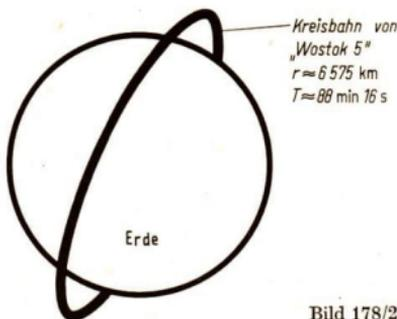

Bild 178/2
- Am 14. 6. 1963 wurde das Raumschiff „Wostok 5“ gestartet. An Bord befand sich der sowjetische Oberleutnant Bykowski, der nach 81 Erdumkreisungen am 19. 6. 1963 wieder sicher landete. Der Radius der Kreisbahn von Wostok 5 betrug etwa 6575 km. Eine Erdumkreisung dauerte etwa 88 min und 16 s. Wie groß war der Betrag der Geschwindigkeit, mit der Oberleutnant Bykowski kreiste (Bild 178/2)?